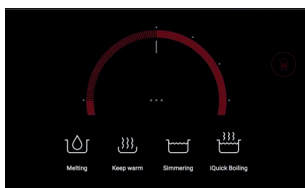

fig. 8
No controlo de «seleção de potência» (fig. 5), encontre-se o sensor iCooking (fig. 8), que oferece funções especiais
(fig. 8) que ajudam o utilizador com os seus cozinhados.
- 2 De seguida, toque no sensor iCooking (fig. 8) que se vai iluminar de vermelho. Ao retirar o dedo surge, a partir da zona inferior e até acima, o menu de funções especiais. Se tocar novamente no sensor iCooking (fig. 8), esse menu desaparecerá.
Caso queira anular, a qualquer momento, uma função especial que tenha ativado, deve selecionar a zona e programar um novo nível de potência, desligar bem a zona, ou escolher uma função especial diferente ao tocar novamente no sensor iCooking (fig. 8).
Para ativar a função, selecione uma placa e toque no sensor «iCooking» (fig. 8). Quando o fizer, ele ilumina-se de vermelho. Toque no símbolo «Keep Warm» (fig. 8), e este também vai iluminar-se de vermelho. Quando a função estiver ativa, surge o símbolo (fig. 8) no centro da área de cozedura da zona selecionada.
Para ativar a função, selecione uma placa e toque no sensor iCooking . Quando o fizer, ele ilumina-se de vermelho. Toque no símbolo «iQuickBoiling»  (fig. 8), e este também vai iluminar-se de vermelho. Quando a função estiver ativa, surge o símbolo , no centro da área de cozedura da zona selecionada.
Para ativar a função, selecione uma placa e toque no sensor iCooking . Quando o fizer, ele ilumina-se de vermelho. Toque no símbolo «Melting»  (fig. 8), e este também vai iluminar-se de vermelho. Quando a função estiver ativa, surge o símbolo  no centro da área de cozedura da zona selecionada.
Para ativar a função, selecione uma placa e toque no sensor iCooking . Quando o fizer, ele ilumina-se de vermelho. Toque no símbolo "Simmering"  (fig. 8), e este também vai iluminar-se de vermelho. Quando a função estiver ativa, surge o símbolo  no centro da área de cozedura da zona selecionada.